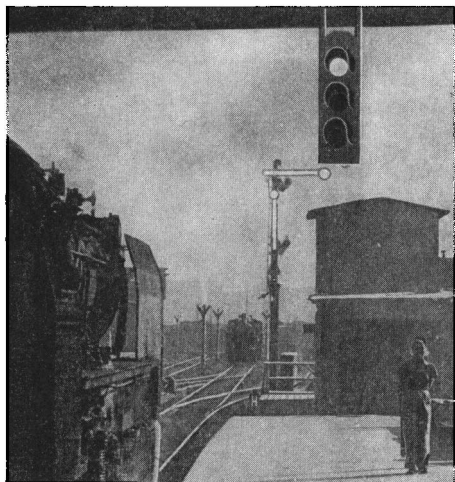

Bild 166
b) Lichtsignal — *Ein weißes Licht (Bild 166).*